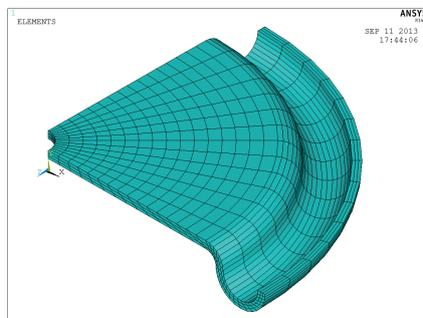

图 5-92 通过扫掠体网格划分实体模型结果
(7) 选择【Main Menu】/【Preprocessor】/【Meshing】/【Mesh】/【Volumes Sweep】/【Sweep】命令，选取该实体模型，单击  按钮，对实体进行自由网格划分，划分结果如图 5-92 所示。